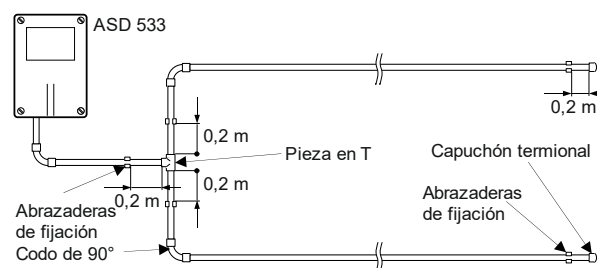

Fig. 22 Codos de 90° y punto de bifurcación
- En caso de utilizar puntos de bifurcación en el conducto de aspiración, deberá respetarse una distancia mínima de 0,2 m desde la pieza en T hasta las abrazaderas de fijación, **Fig. 22**.
- Para los cambios de dirección en vigilancias de recintos se emplearán preferentemente codos de 90° en lugar de ángulos de 90°, **Fig. 22** (véase también el cap. 4.4.2).